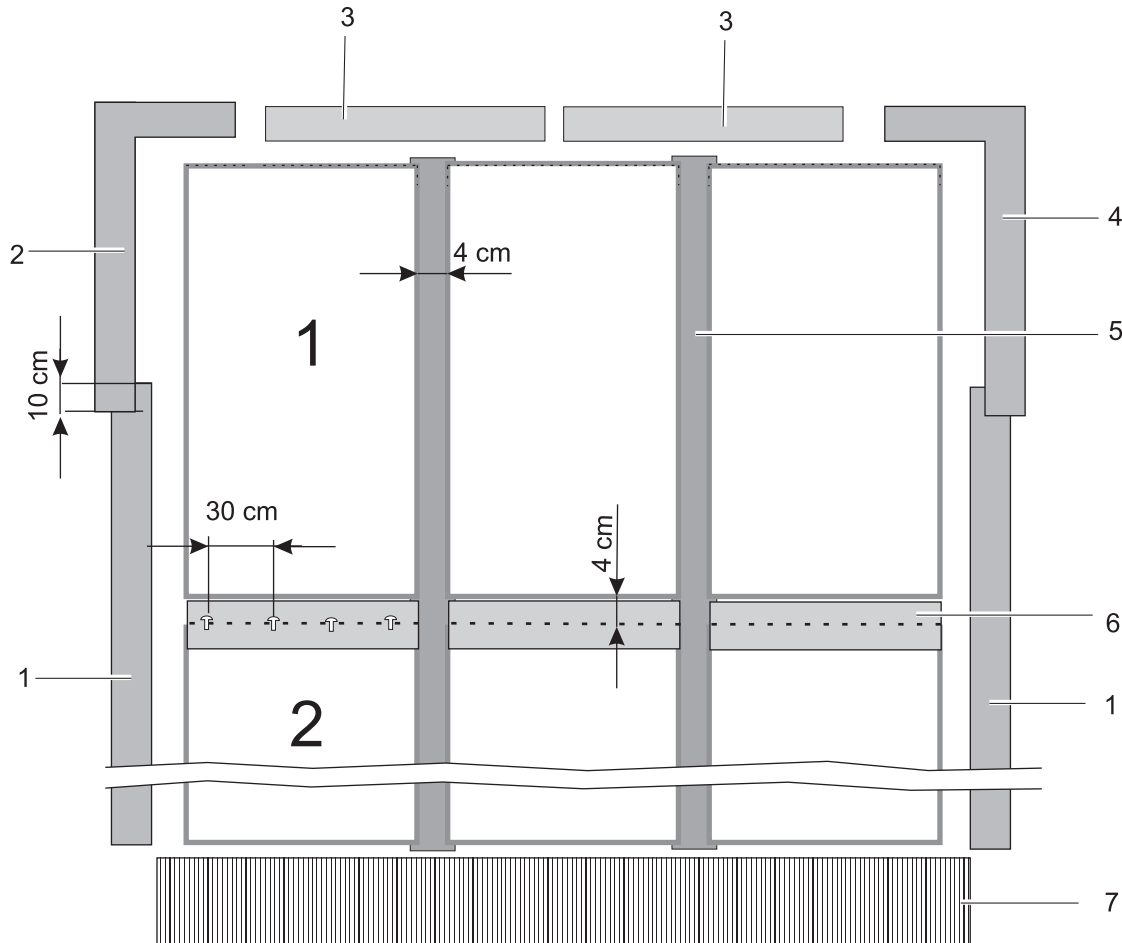
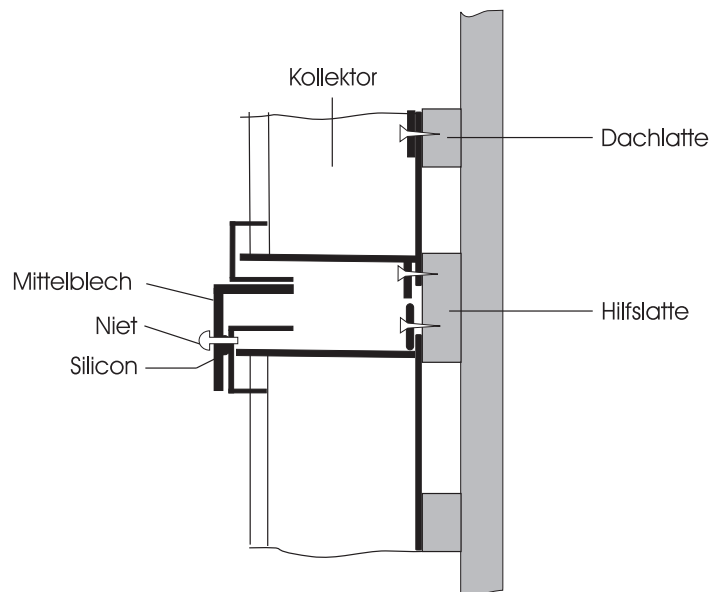

Bild 4: Übersicht Abdeckbleche
Bild 5: Montieren des Mittelblechs
3. Wenn Ihr Kollektorfeld aus zwei Reihen besteht, befestigen Sie den ersten Kollektor der unteren Reihe (unter dem Kollektor der oberen Reihe) im Abstand von 4 cm zum oberen Kollektor (siehe Bild 4).
1. Wenn Ihr Kollektorfeld aus zwei Reihen besteht, klemmen Sie das Mittelblech (6) zwischen oberen und unteren Kollektor (siehe Bild 4 und Bild 5).
4. Überlappen Sie die Seitenbleche ca. 10 cm (siehe Bild 4).
9. Klemmen Sie das komplett vorgefertigte Seitenteil (2) mit linker Ecke an den oberen Kollektor und vernieten Sie es an der Stirnfläche des Kollektors (siehe Bild 4).